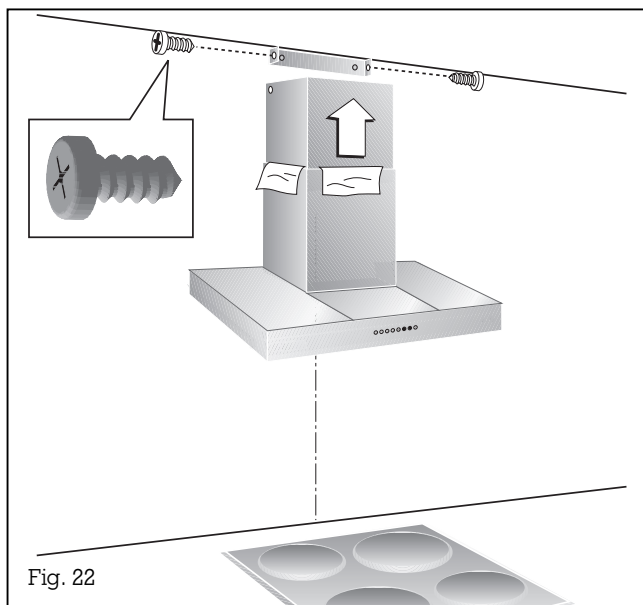

Fig. 22
- Tirez la partie supérieure vers le haut pour l'amener dans sa position finale, et fixez-la au support de plafond, avec 2 vis (fig. 22).